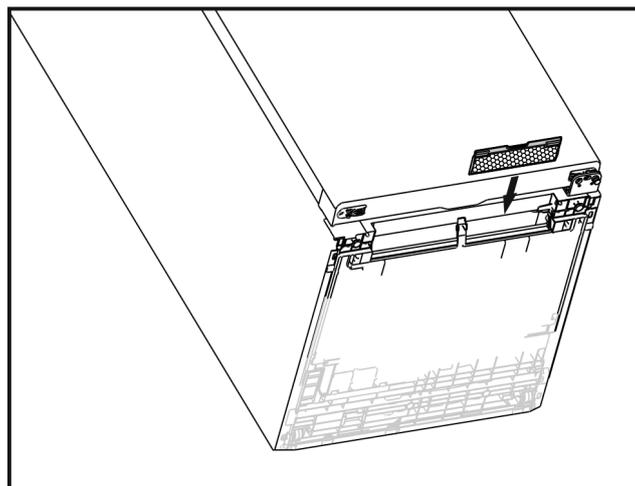

Fig. 4
- ▶ Moskitoblende nach Abbildung einschieben (siehe Fig. 4) .